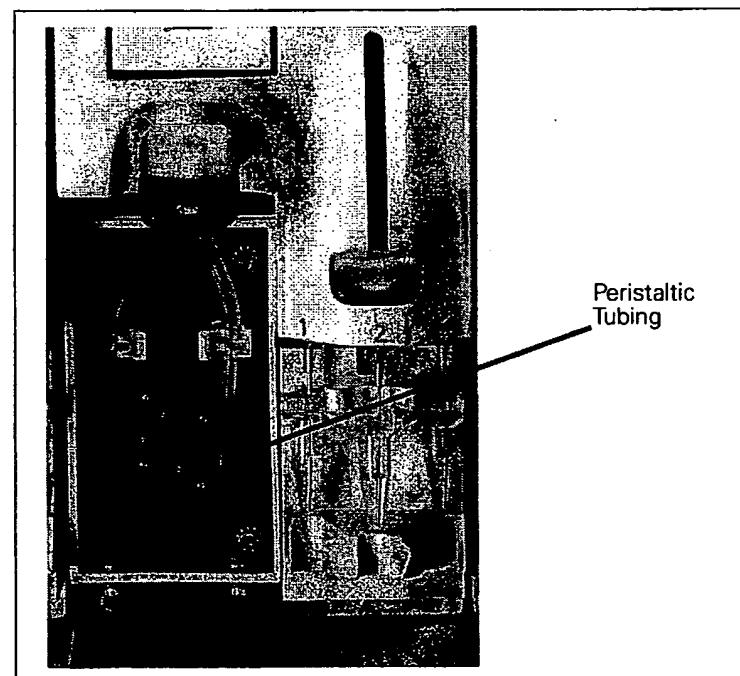

Figure 7.6
1. Open the module door (Figure 7.6).